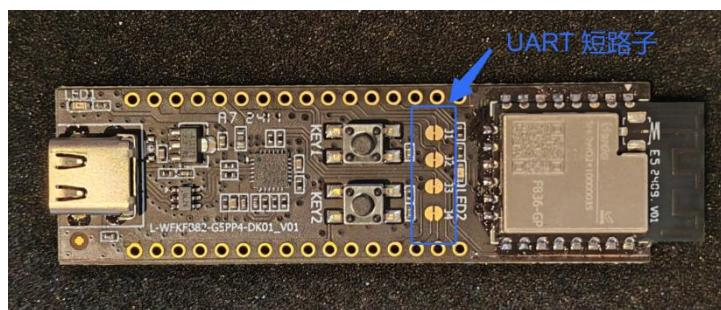

图 3.6 开发板 UART 短路子位置
1) 开发板上预留了 4 个 UART 短路子，位置如图 3.6 所示，默认处于连接状态，此时 FB36 模组的 UART 通过 USB-to-UART 芯片连接到 Type-C 接口。